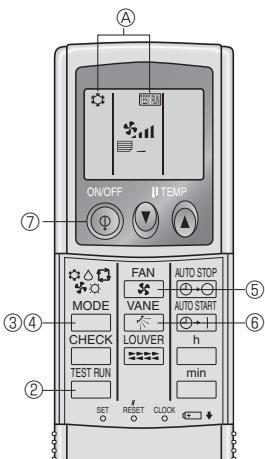

Fig. 7-5
7.2.2. Utilizar o controlo remoto sem fio (Fig. 7-5)
- ① Ligue a alimentação à unidade pelo menos 12 horas antes do ensaio.
- ② Prima o botão **TEST RUN** duas vezes continuamente.